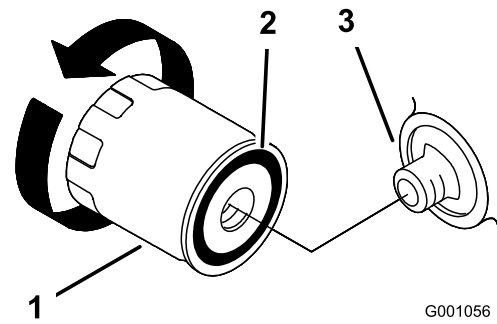
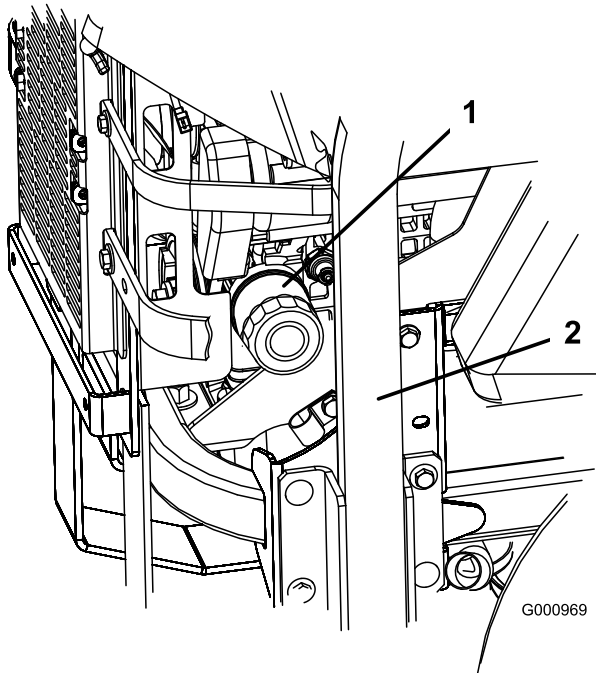

Figure 41
Figure 40
3. Tournez le filtre dans le sens anti-horaire pour le déposer (Figure 40 et Figure 41).